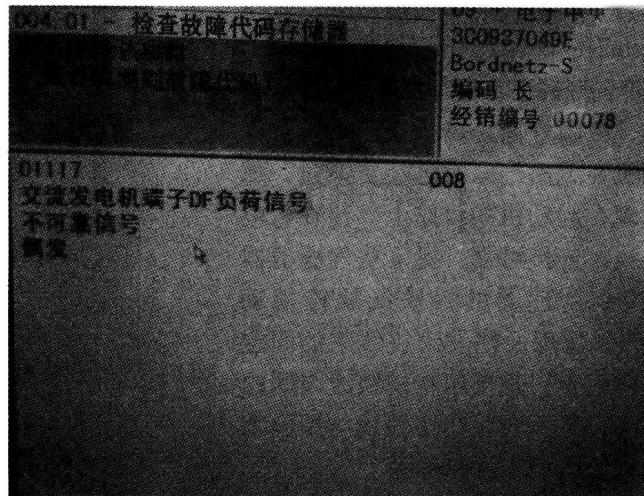

图1-1 中央电器系统储存的故障码
(1) 故障现象 一辆上海大众途安车，2009年生产，搭载2.0L发动机，匹配6速09G手自一体变速器，行驶里程2.1万km。客户反映有时发动机不能起动，有时组合仪表上的档位显示屏全红，行驶中出现动力不足等故障，该车曾经修过多次都没有修好。
(2) 故障诊断与排除 首先尝试起动发动机，发动机可以顺利起动，发现组合仪表上的档位显示屏全红，除此之外，没有任何警告灯报警。将点火开关关闭后再打开，组合仪表上的档位显示正常。然后使用诊断仪VAS5051B，利用引导性故障查询功能对车辆电控系统进行查询，发现在02自动变速器内存储：00258，电磁阀N88断路/对正极短路，偶发。在09中央电器系统(车载电网控制单元J519)内存储：01117，交流发电机端子DF负荷信号，不可靠信号，偶发(图1-1)。